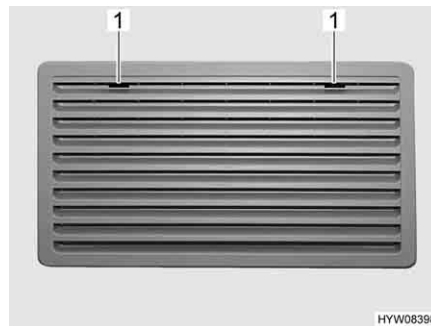
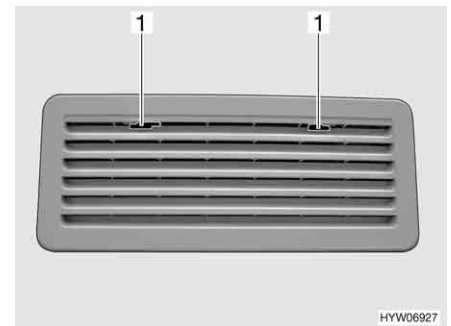

Bild 191 Kylskåpets ventilationsgaller (Thetford stort)
Bild 192 Kylskåpets ventilationsgaller (Thetford litet)
- Skjut spärren (Bild 191, 1 eller Bild 192, 1) till mitten.